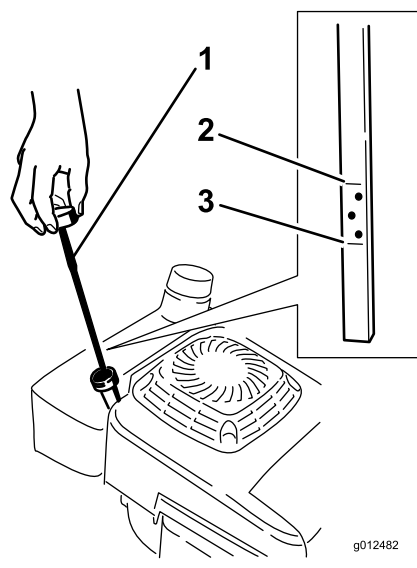

Figura 15
Antes de cada uso, compruebe que el nivel de aceite está entre las marcas Añadir y Lleno de la varilla (Figura 15).
2. Limpie alrededor de la varilla (Figura 15).
6. Retire la varilla y compruebe el nivel de aceite en la misma (Figura 15).